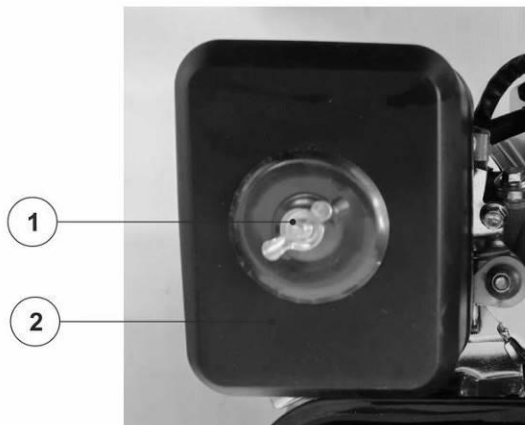

Рис. 13. Воздушный фильтр.
1. Открутите барашковую гайку и снимите крышку корпуса воздушного фильтра (Рис. 13).
2. Извлеките из корпуса воздушный фильтр (Рис.13).